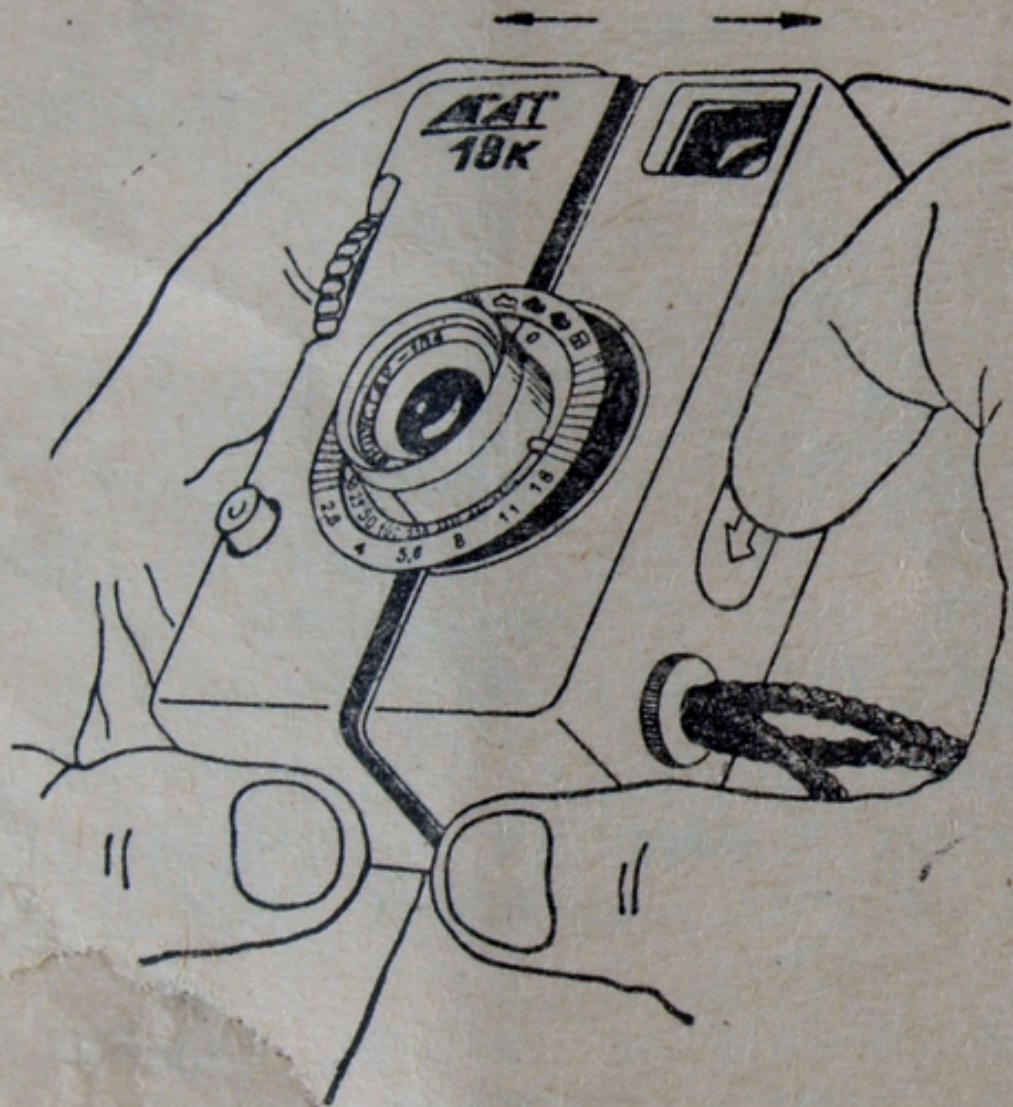

Рис. 5.
5.1. Снять крышку объектива. Взять в руки фотоаппарат, как показано на рис. 5. Сместить клавишу замка 14 в направлении, указанном стрелкой, и, удерживая ее в этом положении, снять крышку 13 фотоаппарата.